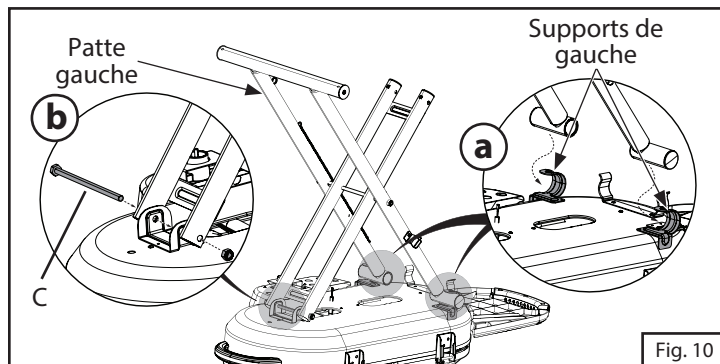

Fig. 10
9. Déplier les pattes et mettre l'extrémité de la patte gauche dans les supports pour patte (étape a de la fig. 10). Fixer la patte droite à la base du grill à l'aide du boulon C. (étape b de la fig. 10)